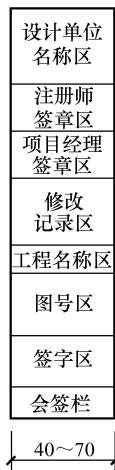

图 1-5 标题栏 (一)
(2) 标题栏应符合图 1-5、图 1-6 的规定，根据工程的需要选择确定其尺寸、格式及分区。签字栏应包括实名列和签名列。涉外工程的标题栏内，各项主要内容的中文下方应附有译文，设计单位的上方或左方，应加“中华人民共和国”字样；在计算机制图文件中当使用电子签名与认证时，应符合国家有关电子签名法的规定。